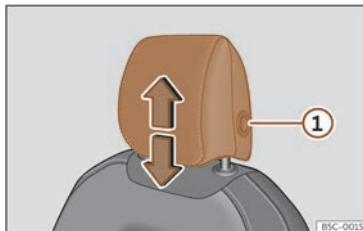
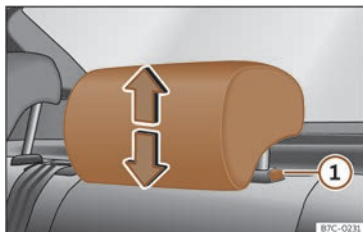

Fig. 104 Siège avant : réglage de l'appuie-tête.
Fig. 105 Appuie-tête arrière : réglage de l'appuie-tête.
ant sur le bouton latéral ① >>> **fig. 104** >>> **fig. 105**.